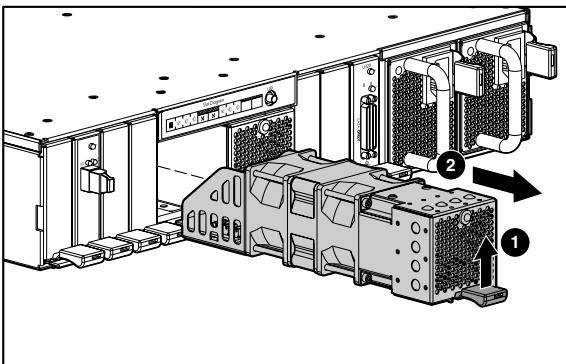

Afbeelding 2: De SCSI I/O-module verwijderen
1. Til de donkerrode vergrendeling van de SCSI I/O-module omhoog ❶ en trek de SCSI I/O-module uit de behuizing ❷ zoals weergegeven in Afbeelding 2.